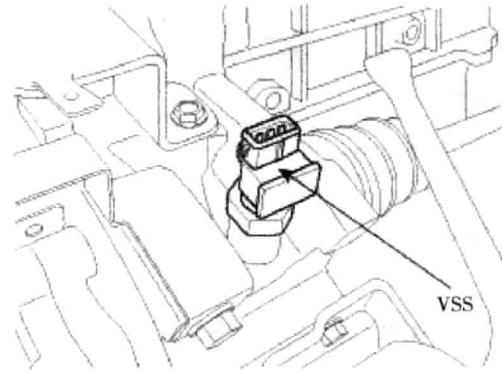

图 1-1-11 车速传感器 (VSS) 位置图
(11) 车速传感器 (VSS) 位置图如图 1-1-11 所示。